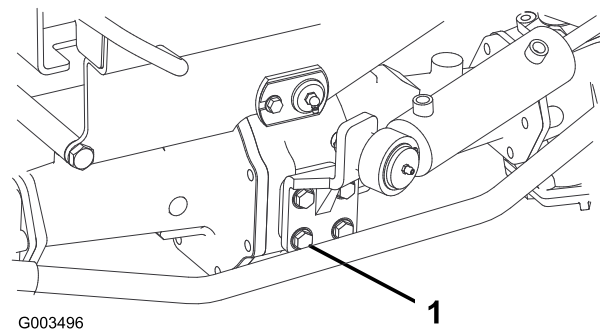

Figura 54
2. Compruebe el par de apriete de los pernos de montaje del cilindro de dirección (Figura 54). Debe estar apretado a 65–81 Nm.